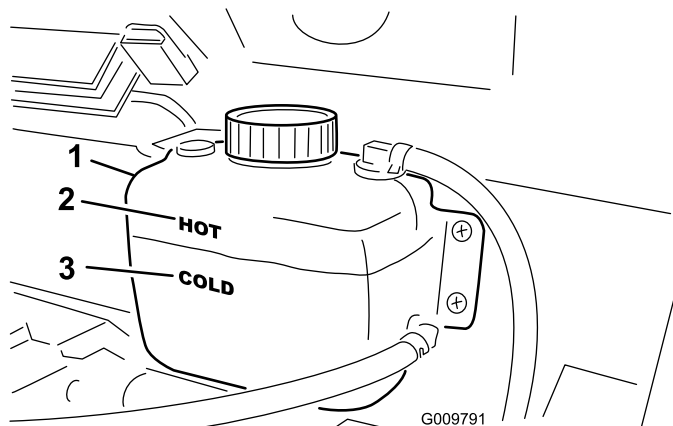

Figura 19
2. Compruebe el nivel de refrigerante en el lado del depósito de reserva (Figura 19). El refrigerante debe llegar a la línea Cold (Frío), con el motor frío.